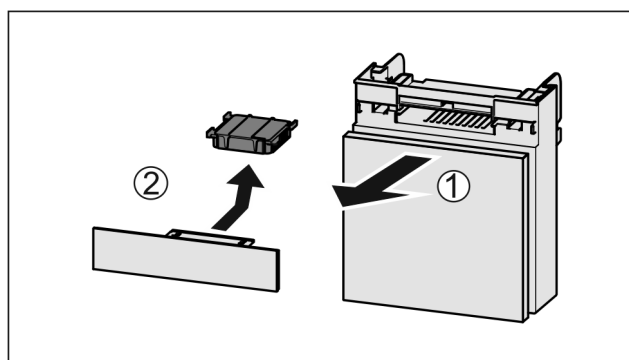

Fig. 172
- Wyciągnąć Fig. 172 (1) komorę do przodu.
- Wyjąć Fig. 172 (2) filtr z węglem aktywowanym.